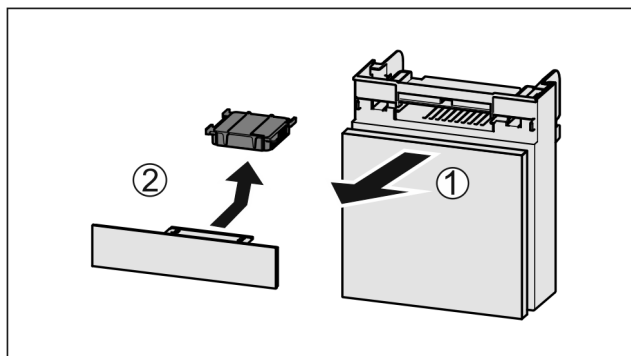

Fig. 175
- Издърпайте Fig. 175 (1) напред от отделението.
- Извадете Fig. 175 (2) филтъра с активен въглен.